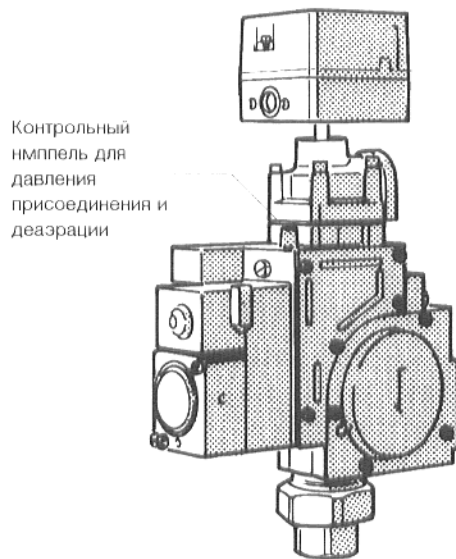

Рис. 3. Арматура газовой горелки "Honeywell" VR 4905
- Произвести деаэрацию подводящей линии газа: слегка вывинтить запорный винт контрольного ниппеля для присоединительного давления и деаэрации, находящийся у арматуры газовой горелки (рис. 3 или 4). Если нет больше воздуха, закрутить опять запорный винт контрольного ниппеля.